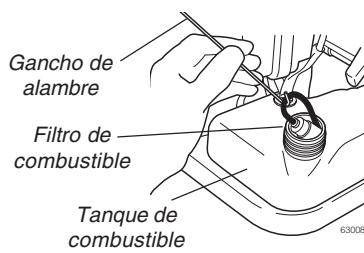

Figura 23
- FILTRO DE COMBUSTIBLE Utilice un alambre en forma de gancho para extraer el filtro de combustible del interior del tanque de combustible. Consulte la figura 23.